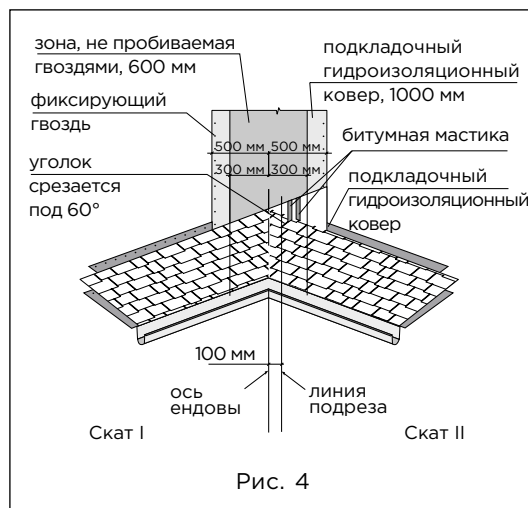

Рис. 4
Ендова (рис. 4)
- лист, подходящий к ендове со ската II, должен доходить до линии подрезки и обрезаться по ней. Верхний уголок обрезанного края листа подрезается под углом 60° (50×30 мм — рис. 4);